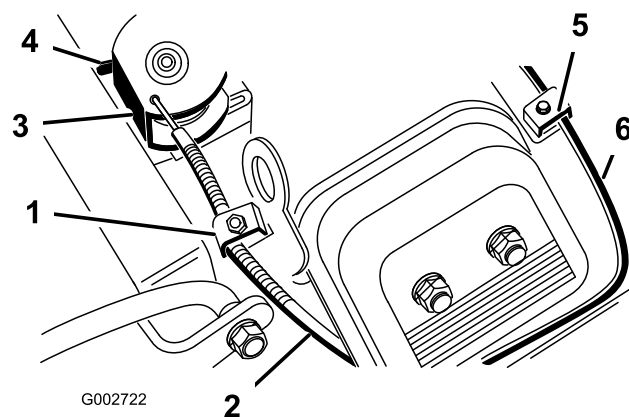

Figura 39
2. Afloje el tornillo de la abrazadera que fija el cable del acelerador al motor (Figura 39).
4. Tire firmemente del cable del acelerador hasta que la parte trasera del pivote entre en contacto con el tope (Figura 39).
2. Afloje el tornillo de la abrazadera que fija el cable del estérter al motor (Figura 39).
4. Tire firmemente del cable del estérter (Figura 39) hasta que la palomilla esté cerrada del todo, luego apriete el tornillo de la abrazadera.